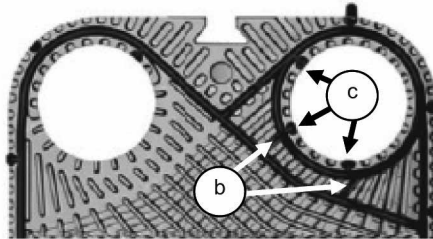

Abb. 9
en und, wenn vorhanden, alle Anschlusspunkte zwischen der Diagonale und der Runddichtung (Fig.9 b). Anschließend, wie in Abschnitt 5.7.3 angegeben, die Dichtung, abgesehen vom Dichtungsring, verkleben.
- Modelle mit Plug-Ins® auf den Innenseiten der Runddichtungen: Schneiden Sie die Plug-Ins® auf den Innenseiten der Runddichtungen, für die keine Aussparung vorhanden ist, mit einer Schere ab (Abb. 9 c). Anschließend, wie in Abschnitt 5.7.3 gezeigt, nur die Anschlusspunkte zwischen Diagonale und Runddichtung verkleben.